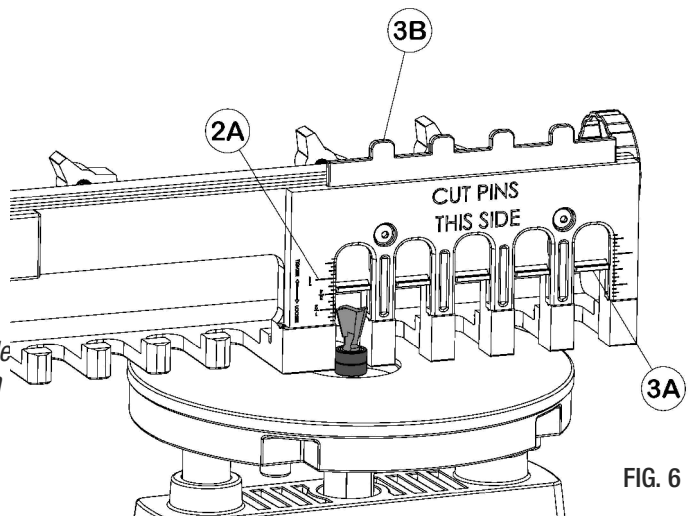

FIG. 6
2. Establezca la altura de la fresa de corte de colas de milano utilizando la superficie de trabajo de medición de profundidad (3A). (FIG. 6)